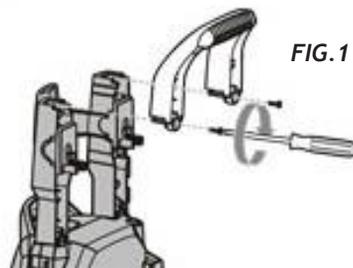

FIG. 1
2. Monte o suporte de armazenamento da mangueira de alta pressão e as 2 extensões da asa de transporte (9 e 10) na parte superior do aparelho com 2 parafusos, fixar na parte superior do mesmo, pressionar para a frente para deslizar até à sua posição e inserir 2 parafusos sem apertar excessivamente. (Fig. 1) Repita o processo para a asa de transporte (1) que deslizará até à sua posição sobre as extensões da asa.